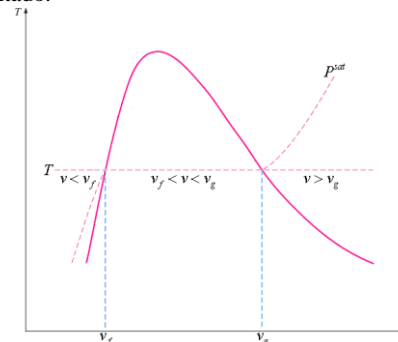

Figura 7.
- Se aplica el siguiente criterio (Figura 7):